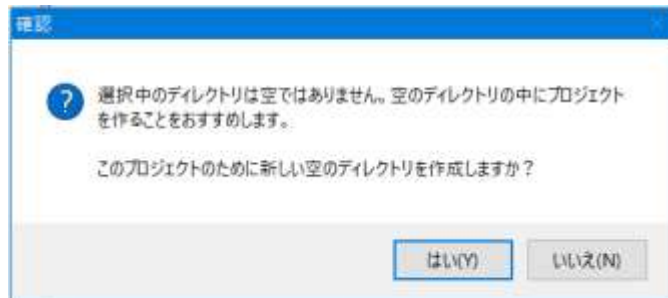

図 4-3
③ 新しいディレクトリ（フォルダ）の作成確認ダイアログが開くので「はい」をクリックして、新規プロジェクト用のフォルダを作ります。 図 4-3